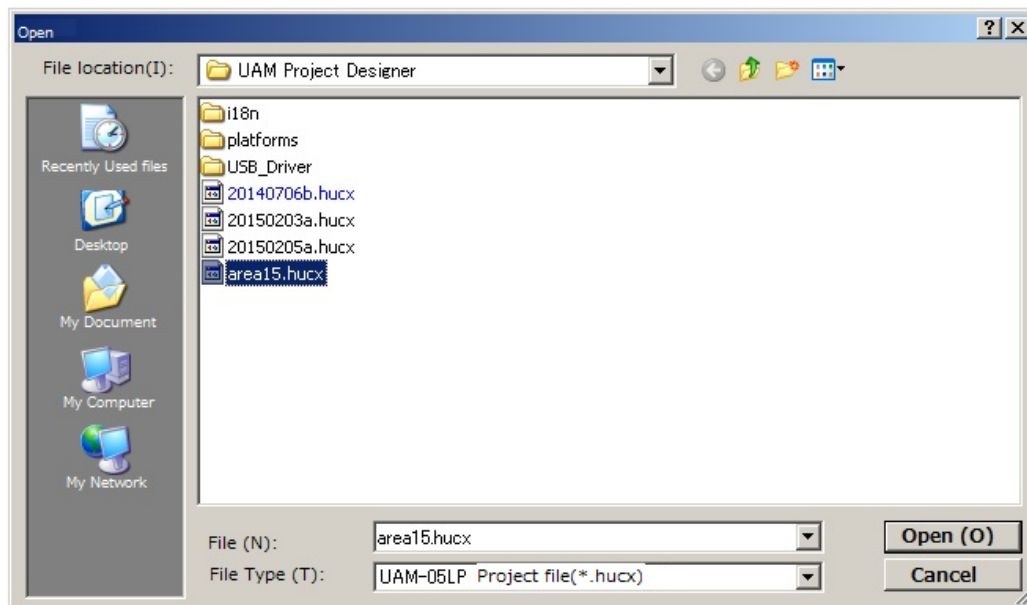

Abbildung 7-55 Projektdatei speichern
- c) Es erscheint ein Dialogfeld (Abbildung 7-55). Wählen Sie die Projektdatei [*****.hucx] zum Öffnen aus.